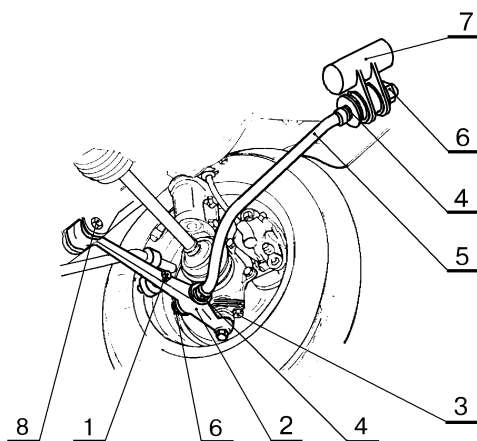

Рисунок 5 - Регулировка угла продольного наклона оси передних колес автомобилей LADA 2110, 2111, 2112, 2170:
5.1.3 Отвернуть гайку болта 1, рисунок 5, крепления стойки стабилизатора к рычагу 2, извлечь болт (головка сменная 17 и вороток, ключ кольцевой 17, молоток, прошивка 2101-3901114).